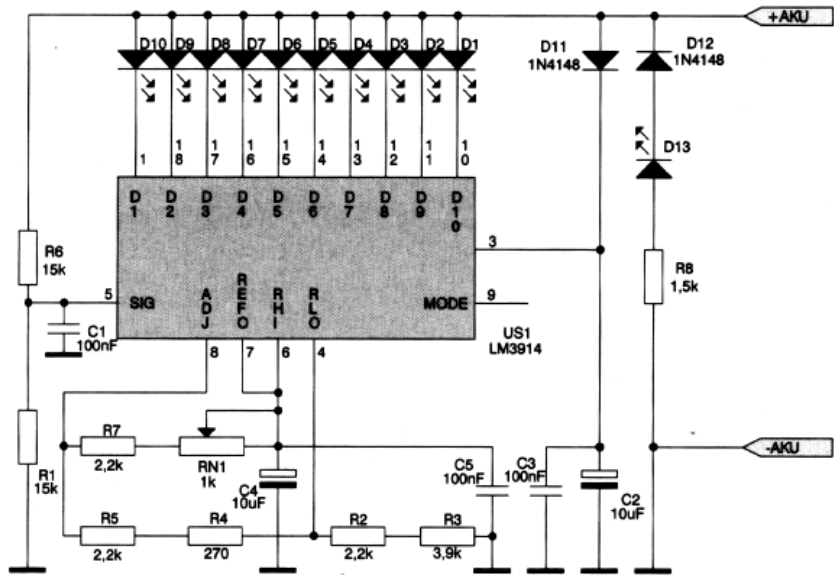

рис. 9
**Измеритель напряжения аккумулятора без источника питания** описан в журнале "Elektronika praktyczna", Польша, 8/2000, стр.36. Схема **рис.9** питается непосредственно от аккумулятора, напряжение которого требуется измерить.